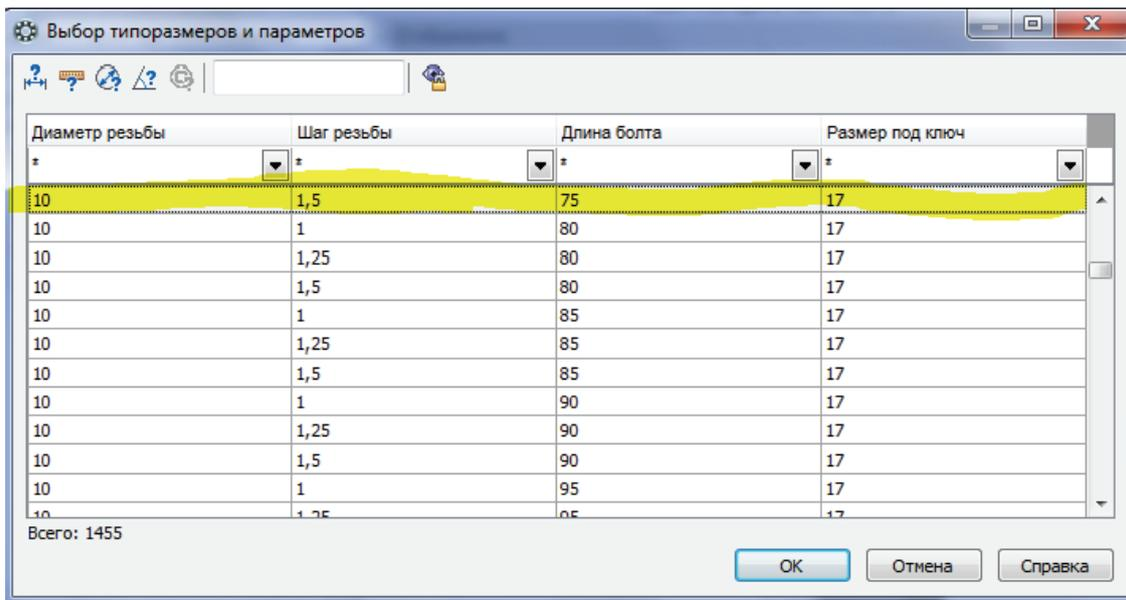

Рис. 5.4
• В окне с размерами болта дважды нажать по строке Диаметр резьбы и выбрать нужные параметры, например Диаметр резьбы = 10 мм, Шаг резьбы = 1,5 мм, Длина болта = 75 мм (рис. 5.4). Нажать ОК.